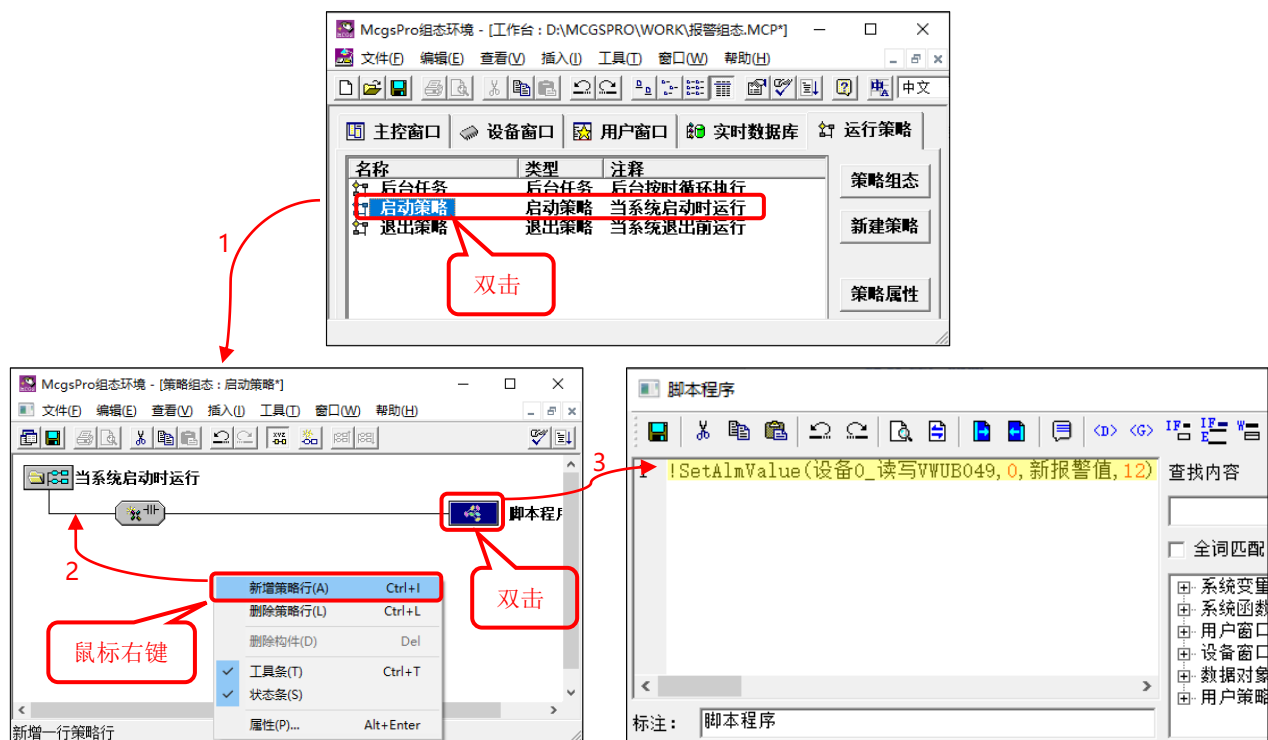

图 4.4-7 启动策略添加报警设置脚本
- 启动策略设置：由于 TPC 重启后，变量报警值会恢复成组态时的设置值，所以需要通过步骤 5 对变量“新报警值”进行初值保存，并在启动策略中使用再次对变量进行报警值修改操作，保证重启 TPC 后，变量“设备 0\_读写 VWUB049”的报警值与设置值一致。如图 4.4-7 所示，启动策略中新增一个策略行，并添加以下脚本